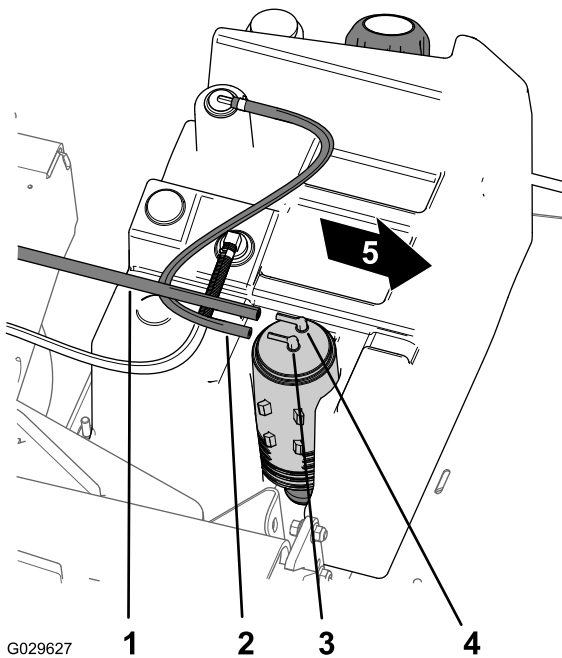

Figure 43
- Débranchez le flexible de dépression du raccord marqué « Purge » sur la cartouche de charbon actif (Figure 43).
- Débranchez le flexible du réservoir de carburant du raccord marqué « Fuel Tank » sur la cartouche de charbon actif (Figure 43).
8. Branchez le flexible de dépression au raccord marqué « Purge » de la cartouche de charbon et le flexible du réservoir de carburant au raccord marqué « Fuel Tank » (Figure 43).